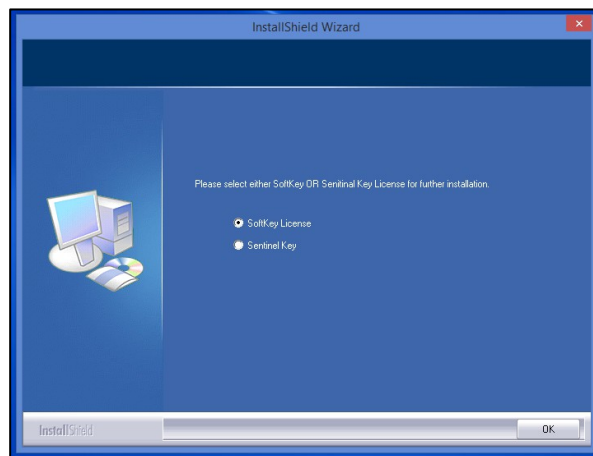

図10. ソフトウェアキー ライセンス
- a. HunterLab USB ハードウェアキーをお持ちの場合は、同じコンピュータ上の新しいセンサーで使用することができます。「ソフトウェアのインストール」の手順 5（図 10）に戻り、「**SENTINEL KEY**」を選択して続行してください。